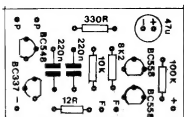

Fig.3
- FIG. 3 - "CHAPEADO" DA MONTAGEM - O lado não cobreado da placa, já com todas as principais peças colocadas, é visto na figura... Os componentes polarizados (transistores e capacitor eletrolítico) merecem uma dose maior de atenção na sua colocação e posicionamento, já que qualquer inversão invalidará o funcionamento do circuito... Especificamente quanto aos transistores, notar que sempre têm suas posições referenciadas pelos lados "chatos", e também que é importante não trocar seus códigos identificatórios de lugar, caso em que o circuito também não funcionará, ou funcionará imperfeitamente... O eletrolítico deve ter a polaridade de seus terminais rigorosamente respeitada, em função da sinalização notada no chapeado... Quanto aos resistores comuns (que são componentes não pola-